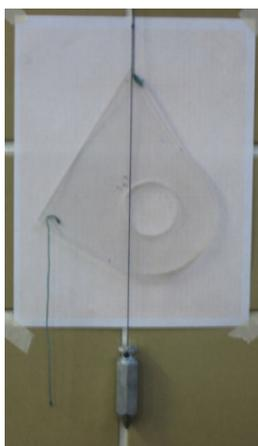

Figura No. 1
1. Tome una placa de acrílico y sosténgala por el cordón frente a una hoja de papel milimétrico la cual deberá estar adherida a la pared, deje oscilar el modelo a manera de péndulo hasta que llegue a la posición de reposo. Para esta posición, con ayuda de la plomada trace sobre la parte inferior del modelo una pequeña marca que corresponda a la vertical que pase por el punto de suspensión como se muestra en la *Figura No.1*. Trace una recta uniendo el punto de suspensión y la marca.